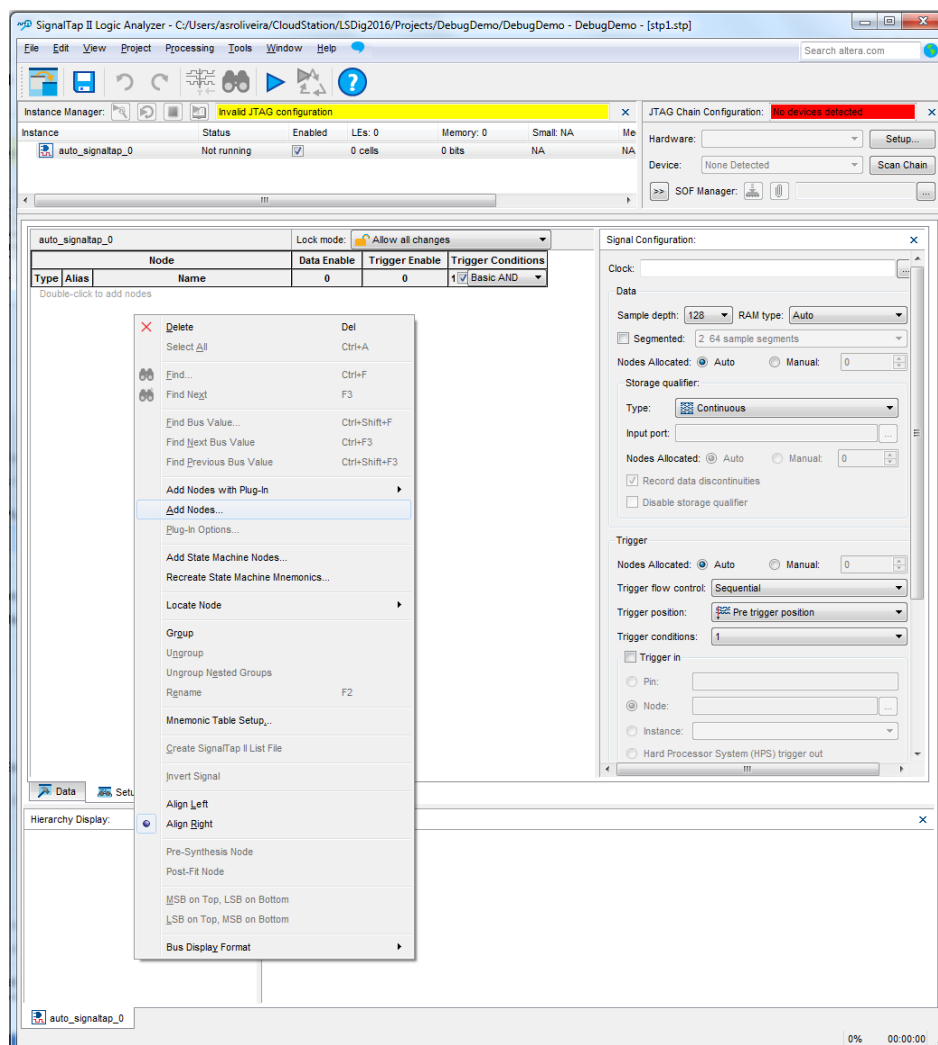
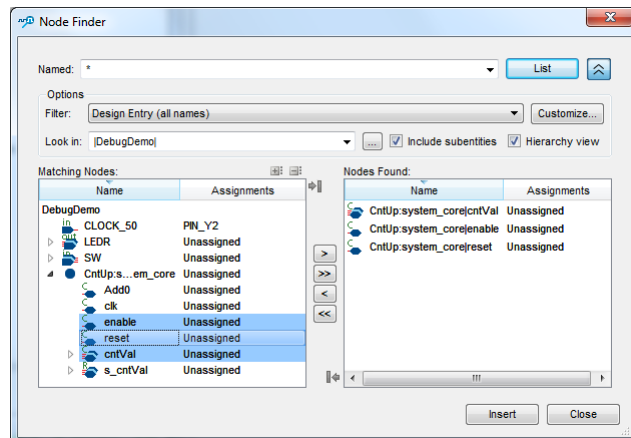

Figura 21 – Aspeto inicial da aplicação “SignalTap II Logic Analyser”.
Figura 22 – Portos do contador seleccionados (“reset”, “enable” e “cntVal”).
3. Após a criação do ficheiro do tipo *SignalTap II Logic Analyser File* é apresentada a aplicação da Figura 21, onde devem ser especificados os sinais que se pretende capturar e visualizar, o sinal de *clock* usado para estabelecer a frequência de amostragem dos sinais, o número de amostras capturadas e as condições que disparam a amostragem. A configuração destes parâmetros vai ser descrita nos próximos pontos.
4. O primeiro passo é a adição dos nodos (sinais e portas) do sistema que se pretende capturar. Para tal, deve ser seleccionada a opção “Add Nodes...” do menu acessível com o botão direito do rato na área “Setup” mostrada na Figura 21. Os portos a seleccionar para captura e visualização no analisador lógico são os apresentados na Figura 22.